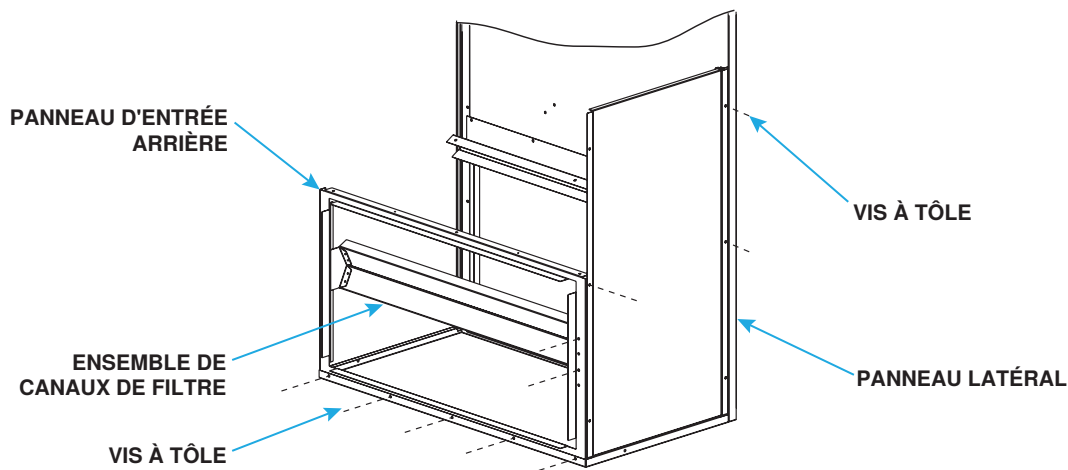

Figure 10. Installer les panneaux d'entrée latéraux et arrière et l'ensemble de canal de filtre
3. Installez le panneau supérieur arrière, le panneau supérieur et les renforts d'angle et fixez l'armoire du filtre à l'armoire du radiateur, comme illustré à la **Figure 10** :